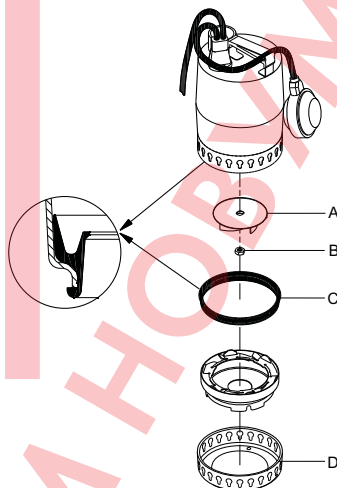

Рис. 13 Детали для технического обслуживания
*Перед и во время сборки корпуса насоса следить за правильным монтажным положением уплотнения. См. рис. 13. Чтобы облегчить монтаж уплотнения, смочить его водой.*
Номера заказа и комплекты для техобслуживания указаны в нижеследующих таблицах и на рис. 13.